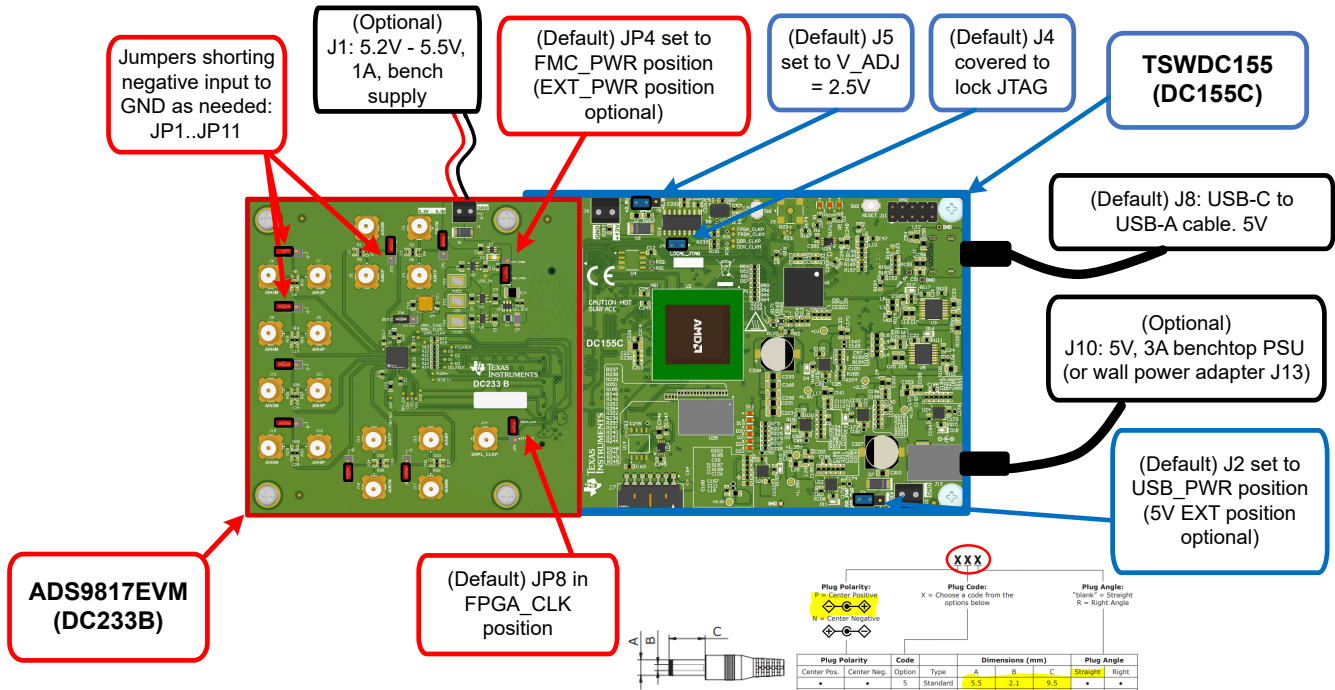

图 2-1. 连接硬件
1. 查看图 2-1 中的默认跳线设置以及节 2.5.1 中的电源指南。